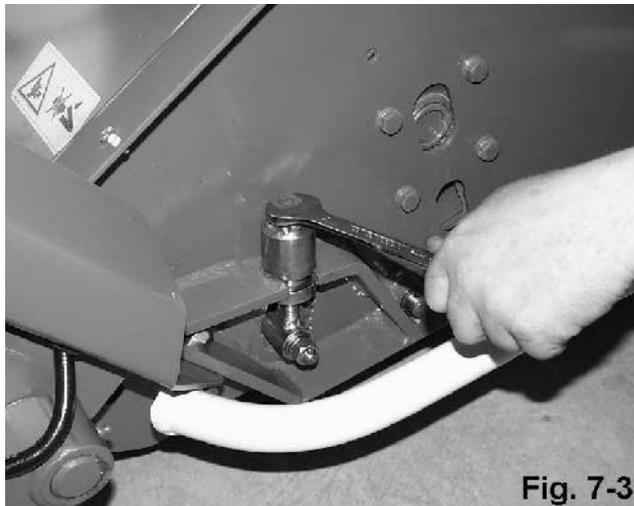

Fig. 7-3
5. amenez le rouleau d'appui à la position souhaitée en tournant les vis de réglage (fig. 7-3),